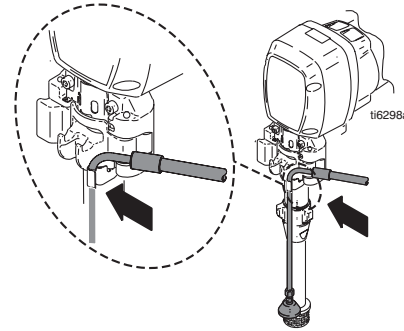

FIG. 28
7. FIG. 28. Ligue o tubo flexível de escoamento ao equipamento.